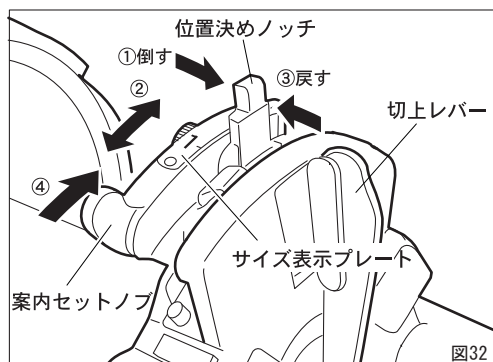
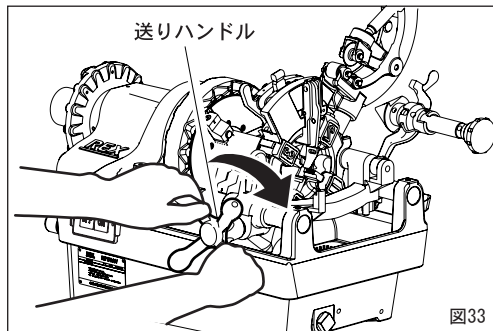

図32
図33
サイズ変更をする場合 (図32)
1. 位置決めノッチを図32の矢印①の方向に倒す。
2. サイズ表示プレートに表示されている希望のパイプサイズに位置決めノッチを合わせる。(矢印②)
3. 位置決めノッチを矢印③の方向に倒しながら、ノッチの溝に位置決めピンをはめ込む。
②案内セットノブを矢印④の方向に止まるまで押すと、ダイヘッドはセットの位置になります。スイッチを入れると、オイルはダイヘッドから自動的に注油されます。
③送りハンドルを時計方向に回して、パイプにダイヘッドを押しつけ、チェーザを食い付かせてください。(図33)
④ねじが3~4山切れればあとは自動的にねじが切れ、ねじが規定の長さになると、切上げレバーによりチェーザが自動的に開きます。
⑤送りハンドルを反時計方向へ回してダイヘッドをパイプから離します。
案内セットノブ (図32参照) を押し上げてダイヘッドをねじ切りのセット状態にします。そしてパイプにねじを切つてゆきますと、パイプ端面が切上げレバーに当り、徐々に押し出してゆきます。パイプに切られたねじが規定長さになりますと、切上げレバーが押しあげられ、チェーザがパイプから離れねじ切りが終わります。(図36-1)